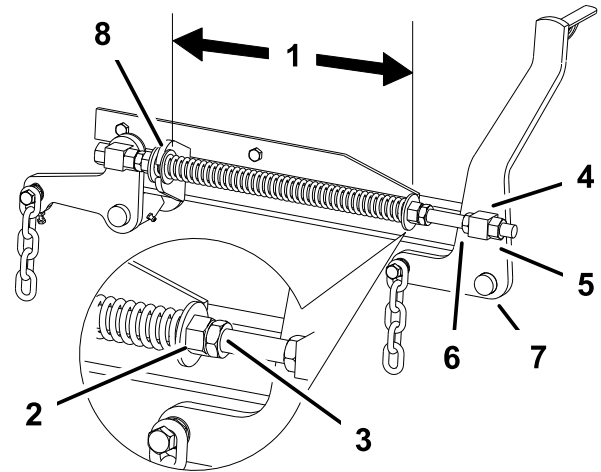

Figure 81
2. Vérifiez que les 2 grandes rondelles sont espacées de 29,2 cm (Figure 81).
3. Réglez cette distance en desserrant l'écrou de blocage du ressort et en tournant l'écrou devant chaque ressort (Figure 81). Tournez l'écrou dans le sens horaire pour raccourcir le ressort, et dans le sens inverse pour l'allonger.
4. Bloquez l'écrou en position en serrant l'écrou de blocage du ressort (Figure 81).